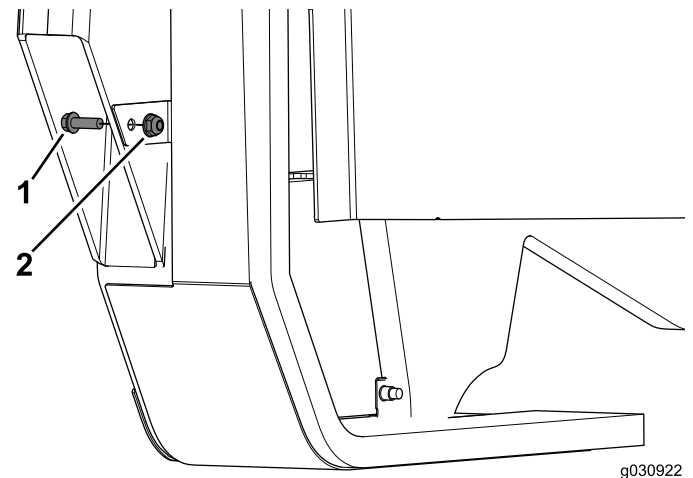

Figura 28
4. Utilice el perno ($\frac{1}{4}$ " x $\frac{3}{4}$ ") y la tuerca con arandela prensada para completar la instalación del panel (Figura 28).